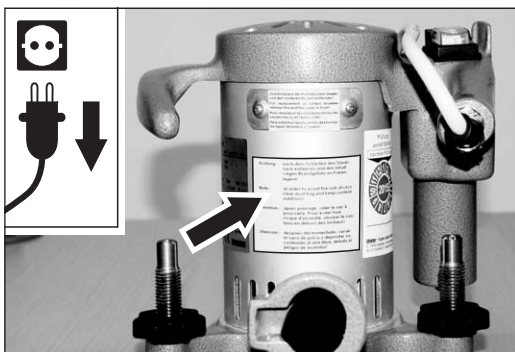

Abb. 29 Den Warnhinweis am Motorgehäuse beachten!
- Beachten Sie den Warnhinweis am Motorgehäuse (Abb. 29)!